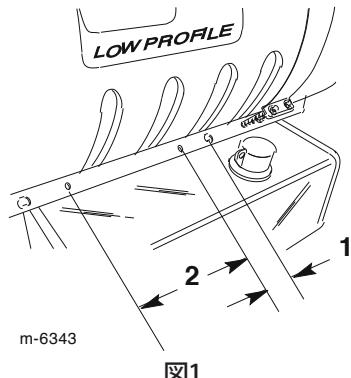

図1
- 機体右側にあるタンク・サドルの、機体前部から3つ目の穴の位置を確認する。タンク・サドルの3つ目の穴の中心から後方へ5cmの位置にマーキングする (図1)。
4. 先のマークから後方へ25 cmの位置にマーキングする (図1)。
5. マーキングした2ヵ所に、穴の上下方向の中心をタンク・サドルの中心に合わせて、穴をあける (直径 $7/16$ インチ; 図1)。